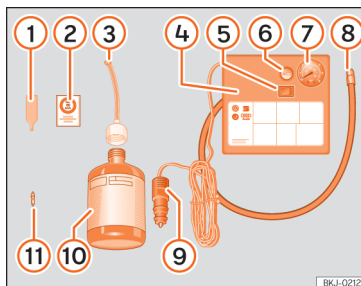

Abb. 32 Prinzipdarstellung: Bestandteile des Pannensets.
Das Pannenset befindet sich im Gepäckraum unter dem Bodenbelag. Es besteht aus folgenden Bestandteilen » Abb. 32:
- Ventilkegel und Ventileinsatz vom Reifenventil abschrauben. Verwenden Sie den Ventileinsatzdreher » Abb. 32 1 zum Heraus-schrauben des Ventileinsatzes. Legen Sie den Ventileinsatz auf einem sauberen Untergrund ab.
- Reifendichtungsmittelflasche kräftig schütteln » Abb. 32 10.
- Schrauben Sie den Einfüllschlauch »» **Abb. 32 ③** auf die Dichtmittelflasche. Die Folie am Verschluss wird automatisch durchstoßen.
- Verschlussstopfen vom Einfüllschlauch »» **Abb. 32 ③** entfernen und das offene Ende ganz auf das Reifenventil stecken.
- Ventileinsatz mit dem Ventileinsatzdreher »» **Abb. 32 ①** wieder in das Reifenventil schrauben.
- Reifenfüllschlauch »» **Abb. 32 ⑧** des Luftkompressors fest auf das Reifenventil schrauben.
- Prüfen, ob die Luftablassschraube »» **Abb. 32 ⑥** zuge dreht ist.
- Stecker »» **Abb. 32 ⑨** in die 12 Volt-Steckdose des Fahrzeugs stecken »» **Seite 144**.
- Luftkompressor mit dem EIN- und AUS-Schalter »» **Abb. 32 ⑤** einschalten.
- Kleben Sie den Aufkleber »» **Abb. 32 ②** im Sichtfeld des Fahrers auf das Kombi-Instrument.
Den Reifenfüllschlauch »» **Abb. 32 ⑤** wieder anschließen und den Reifenfülldruck an der Reifenfülldruckanzeige **⑥** ablesen.